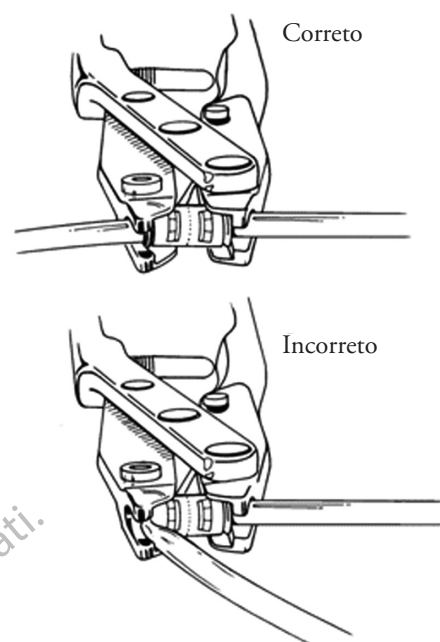

Figura 4-34. Fechar a ferramenta de montagem
- Aperte as pegas da ferramenta até o batente de fecho tocar na pega oposta. (Figura 4-34)